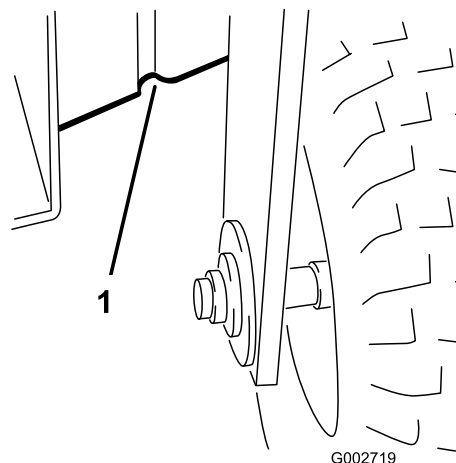

Figura 20
- Delante – debajo del bastidor, detrás de la rueda delantera (Figura 20).